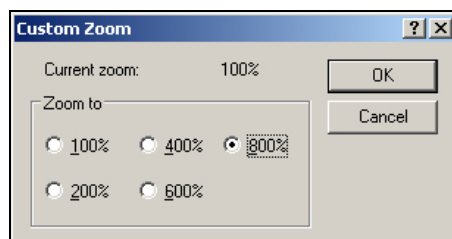

Рисунок 5-44: Масштаб пользователя
- 2 Выберите опцию *“View > Zoom > Custom”* (просмотр в масштабе пользователя). Появится диалоговое окно *“Custom Zoom”* (масштаб пользователя) (смотрите Рисунок 5-44).